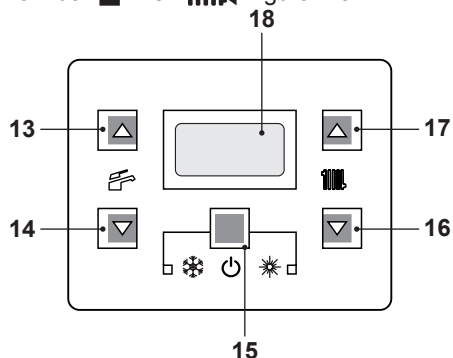

Figura 2.3
- Tenere premuto per 2 secondi il tasto 15 fino a far apparire sul display entrambe i simboli  e  Figura 2.3.